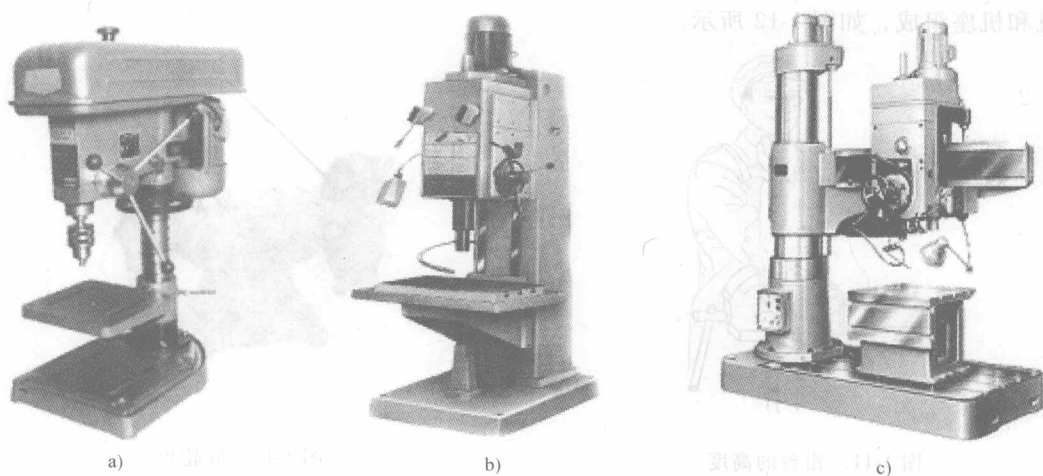

图 1-13 钻床
(4) 钻床 用于对工件进行各类圆孔的加工,有台式钻床、立式钻床和摇臂钻床等,如图 1-13 所示。